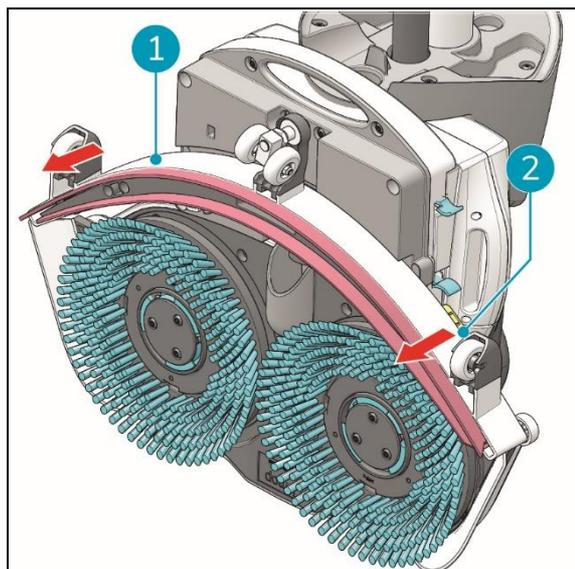

Figura 29
3. Tirare il lato sinistro del tergipavimento per rimuoverlo (Figura 29, pos. 1).
4. Tirare il lato destro del tergipavimento per rimuoverlo (Figura 29, pos. 2).